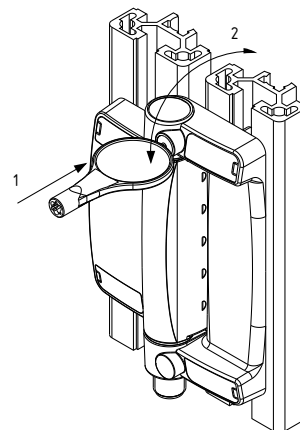

Abb. 7
4. Nach erfolgter Einstellung und Überprüfung der Schaltwinkel muss der Verschlussstopfen für die Einstellöffnung, der sich auf der Rückseite des Einstellwerkzeugs befindet, in die Einstellöffnung eingepresst werden (1) und durch seitliche Bewegungen (2) des Werkzeugs von diesem abgebrochen werden (Abb. 7).